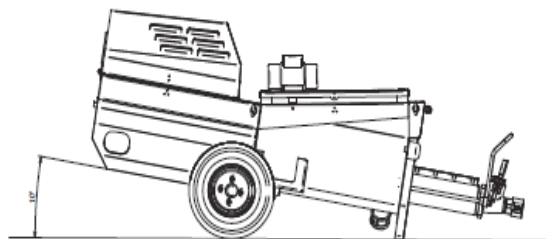

FIG. 5
8. TRASPORTE (fig. 3). ELEVACIÓN (fig. 4) y REMOLQUE (opcional, fig. 5)
La máquina debe estar siempre en posición horizontal: la inclinación hacia abajo de la bomba de tornillo favorece la salida del material (fig. 5).
En caso de emergencia, presione el pulsador rojo (9) para detener la máquina. Para desconectar la máquina de la red, gire el interruptor principal a la posición 0 y desenchufe la toma de corriente (1, fig. 5): se detienen todos los órganos que están en movimiento. El piloto rojo encendido (7) indica la ausencia o el montaje incorrecto del vibrotamiz o de la rejilla de protección.
En caso de emergencia, presione el pulsador rojo (9) para detener la máquina. Para desconectar la máquina de la red, gire el interruptor principal a la posición 0 y desenchufe la toma de corriente (1, fig. 5): se detienen todos los órganos que están en movimiento. El piloto rojo encendido (6) indica la ausencia o el montaje incorrecto del vibrotamiz o de la rejilla de protección.